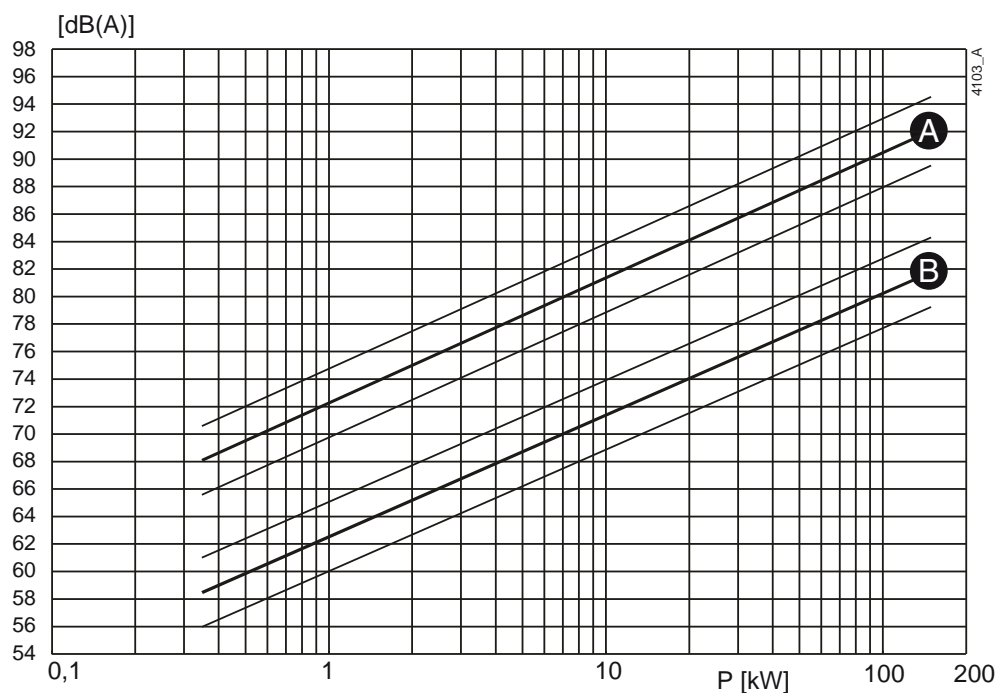
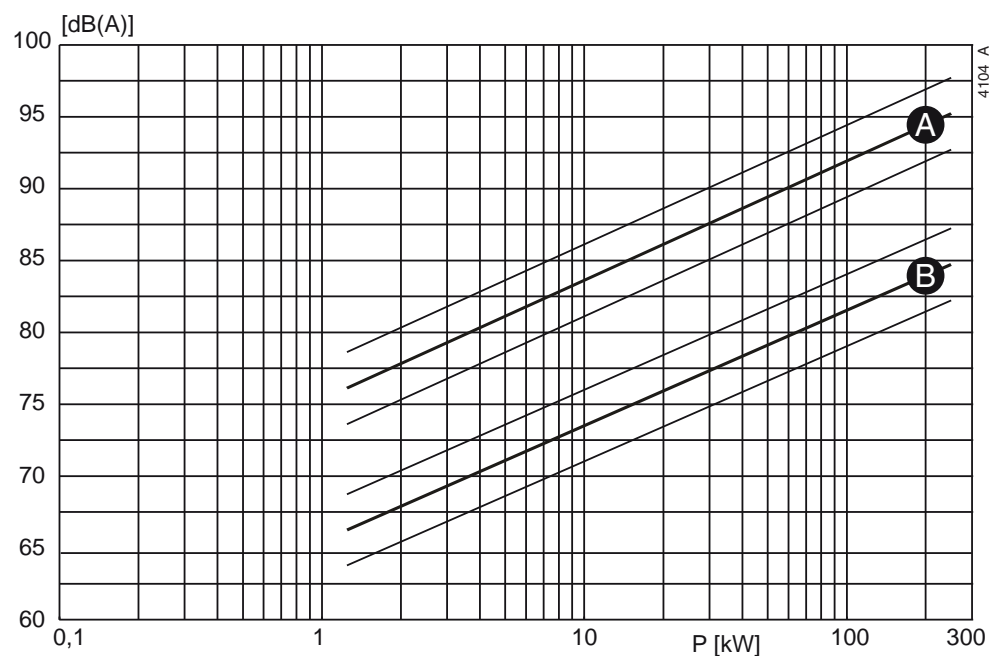

Figure 30: Niveau sonore en fonction de la puissance de la pompe [kW] à 1450 min^{-1}
Figure 31: Niveau sonore en fonction de la puissance de la pompe [kW] à 2900 min^{-1}
- 1 Déterminez le niveau sonore (L_1) de la pompe, voir figure 30 ou figure 31.